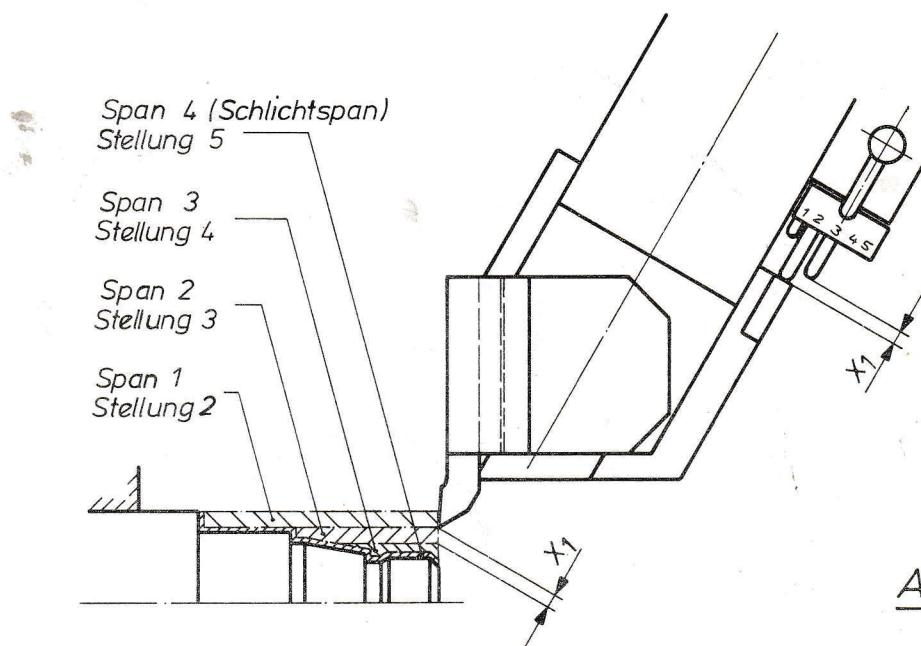

Abb. 3
17. Trommelanschlag in Stellung 3 bringen. Durch Zurückstellen des Kopierschlittens, mit Hilfe der Stellschraube, Dicke des 3. Spanes einstellen. Den entsprechenden Anschlagsstift anstellen und festklemmen (Abb. 3). Span 2 (+ 1) wird entsprechend eingestellt. Dicke des 1. Spanes ergibt sich durch den Rest. Nach dem Einstellen der Anschlagsstifte muß die Stellschraube vom Trommelanschlag weggeschraubt werden.